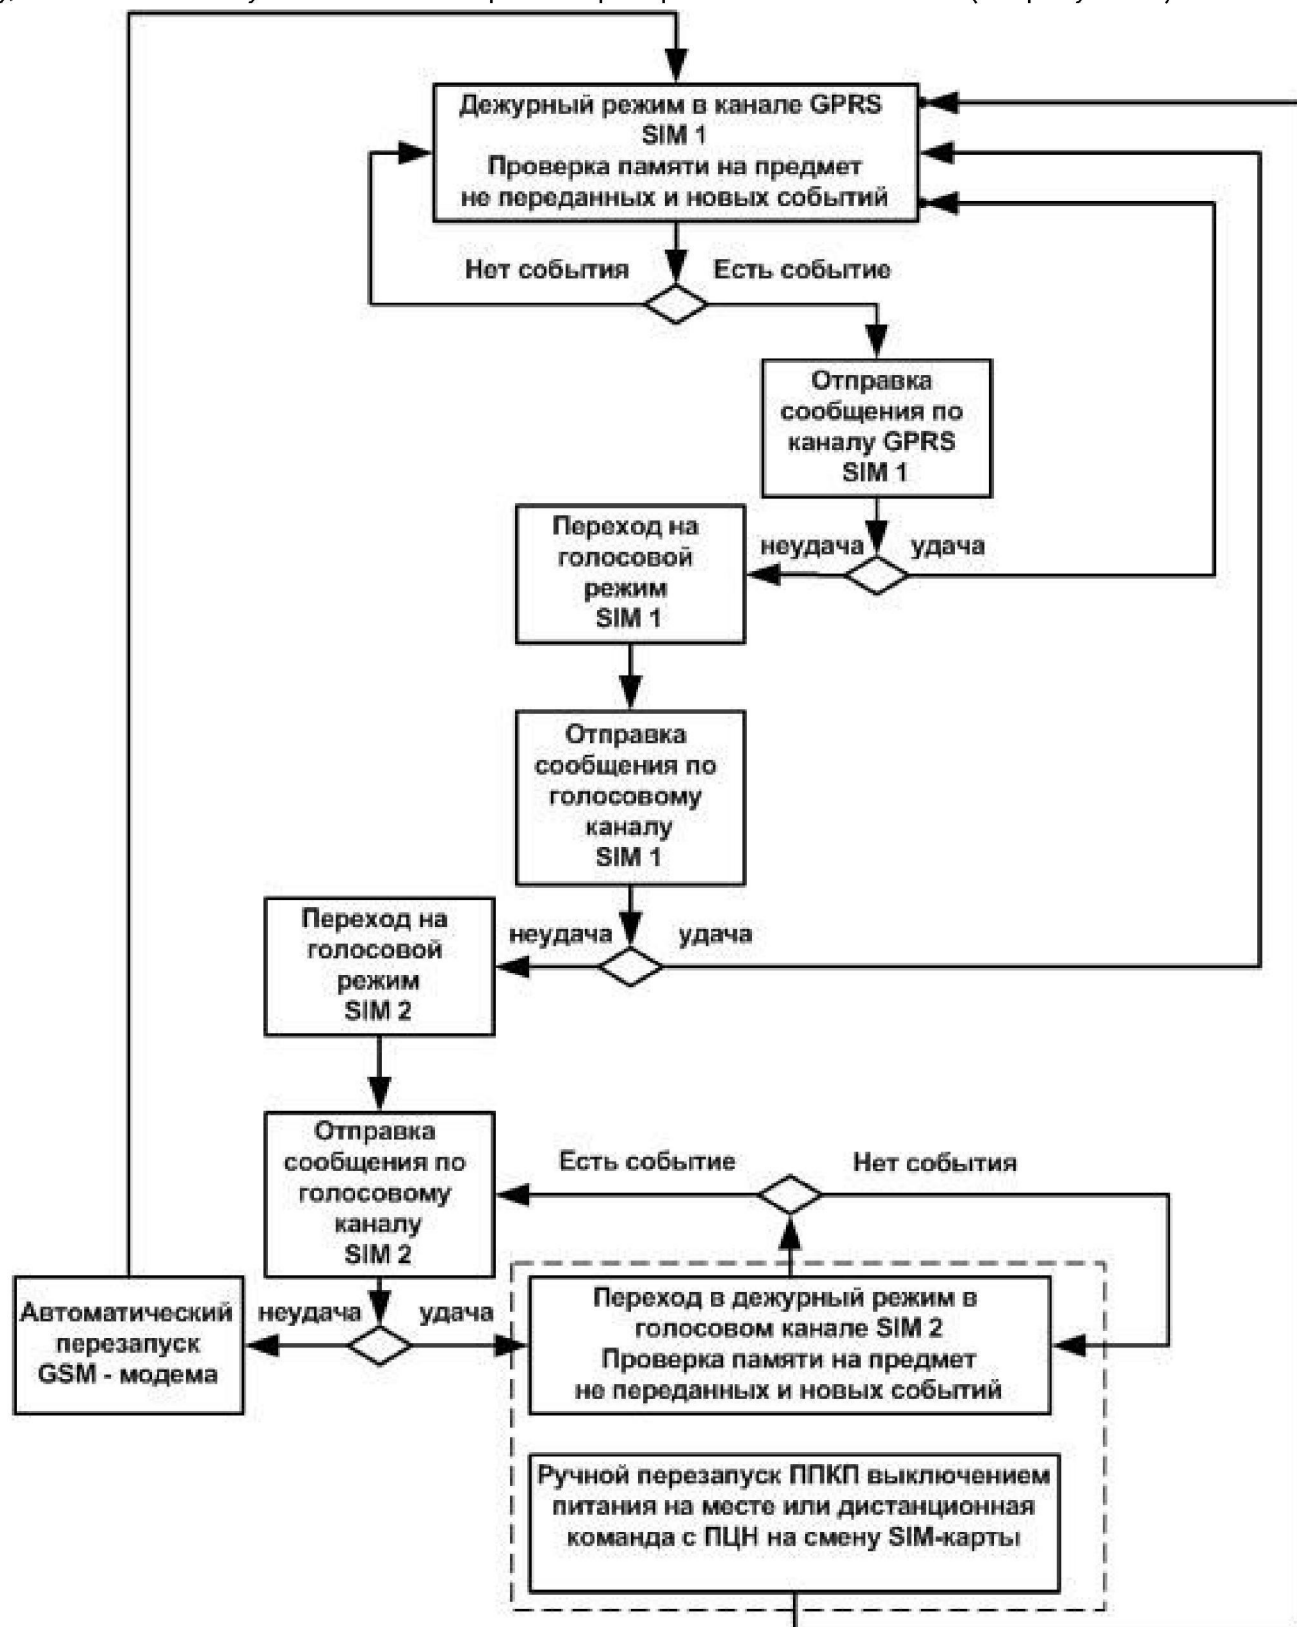

Рисунок 4. Использование GPRS и голосового каналов связи для 2-х SIM-карт
**Вариант А.** ППКП настроен для передачи сообщений по каналам GPRS и голосовому каналу, а также используются обе SIM-карты операторов мобильной связи (см. рисунок 4).